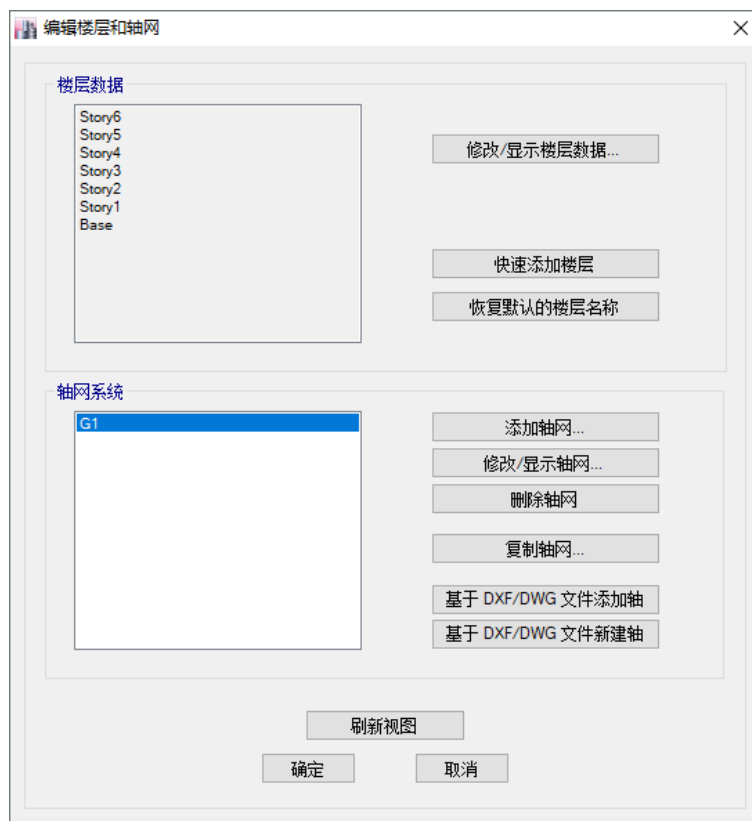

图 2-1 编辑楼层和轴网对话框
1. 在平面视图空白处右击鼠标，在弹出的菜单中选择**添加/修改轴网**，弹出**编辑楼层和轴网**对话框，如图 2-1 所示：